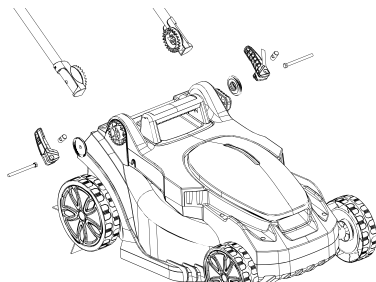

Fig. 1
- b. Alinee los engranajes entre el mango inferior y la cortadora de césped, apriete manualmente el conjunto de montaje rápido a la posición adecuada y luego bloquéelo (no apriete en exceso). (Fig. 1)